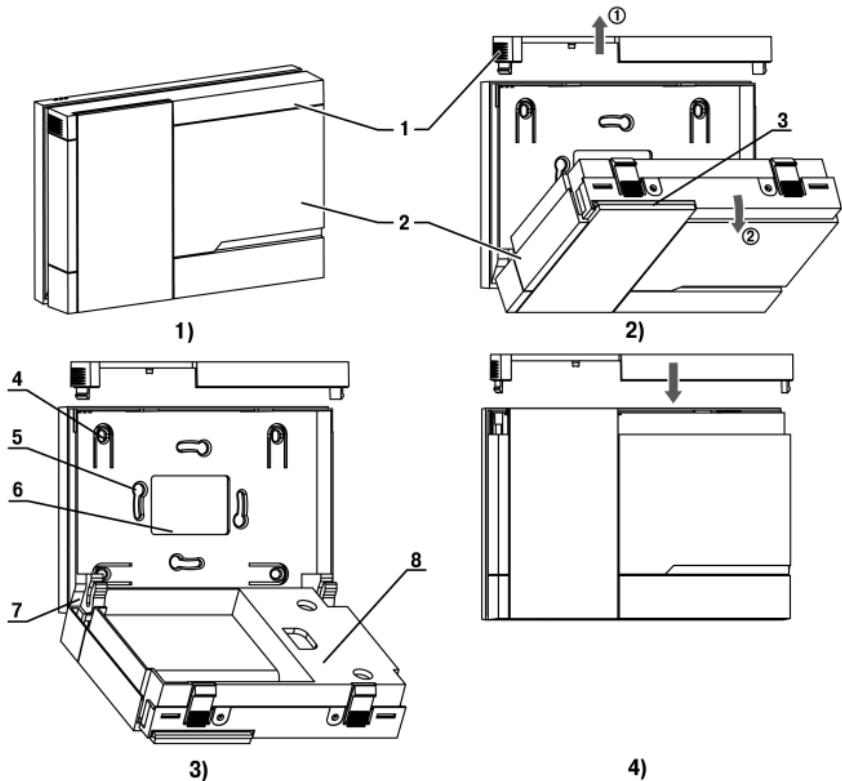

Рисунок 4.3 – Монтаж прибора настенного исполнения Н2
1. Подготовить прибор к монтажу. Для этого следует снять фиксирующую планку (*рисунок 4.3, 2, поз. 1*) и отсоединить электронный блок (там же, 2, поз. 2) от кронштейна (там же, 2, поз. 3).